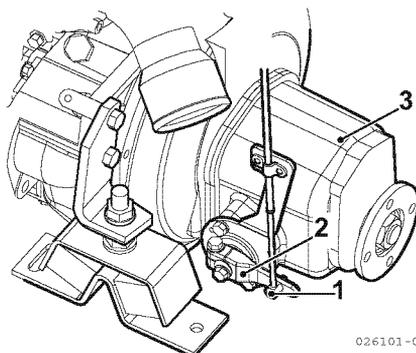
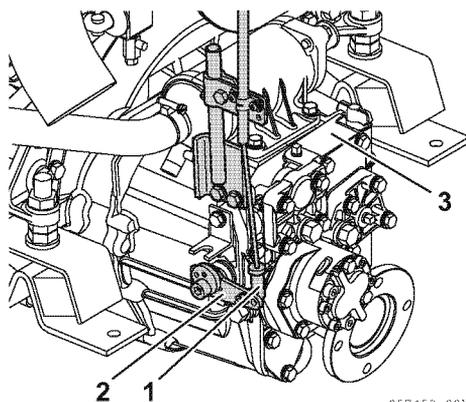

Figure 8
Figure 9
1. Assicurarsi che la leva del comando a distanza (**Figure 8, (2)**) o (**Figure 9, (2)**) si sposti nella posizione corretta quando l'impugnatura del comando a distanza si trova nelle posizioni NEUTRAL (FOLLE), FORWARD (AVANTI) e INDIETRO (RETROMARCIA). Utilizzare la posizione NEUTRO come standard per la regolazione.
2. Per regolare, allentare e poi serrare nuovamente il raccordo cavo (**Figure 8, (1)**) o (**Figure 9, (1)**).